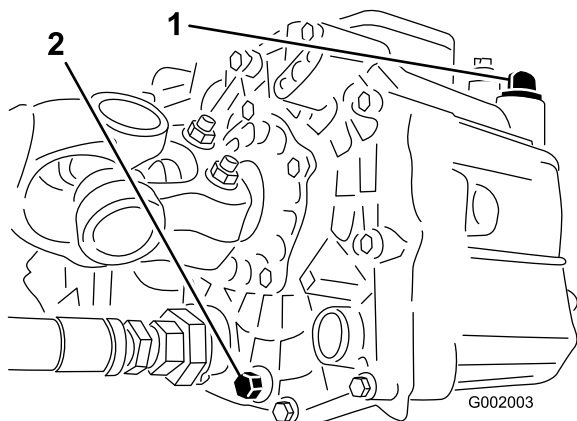

Figura 53
3. Retire el tapón de vaciado del lado del depósito y deje que se drene el fluido hidráulico al recipiente (Figura 53).